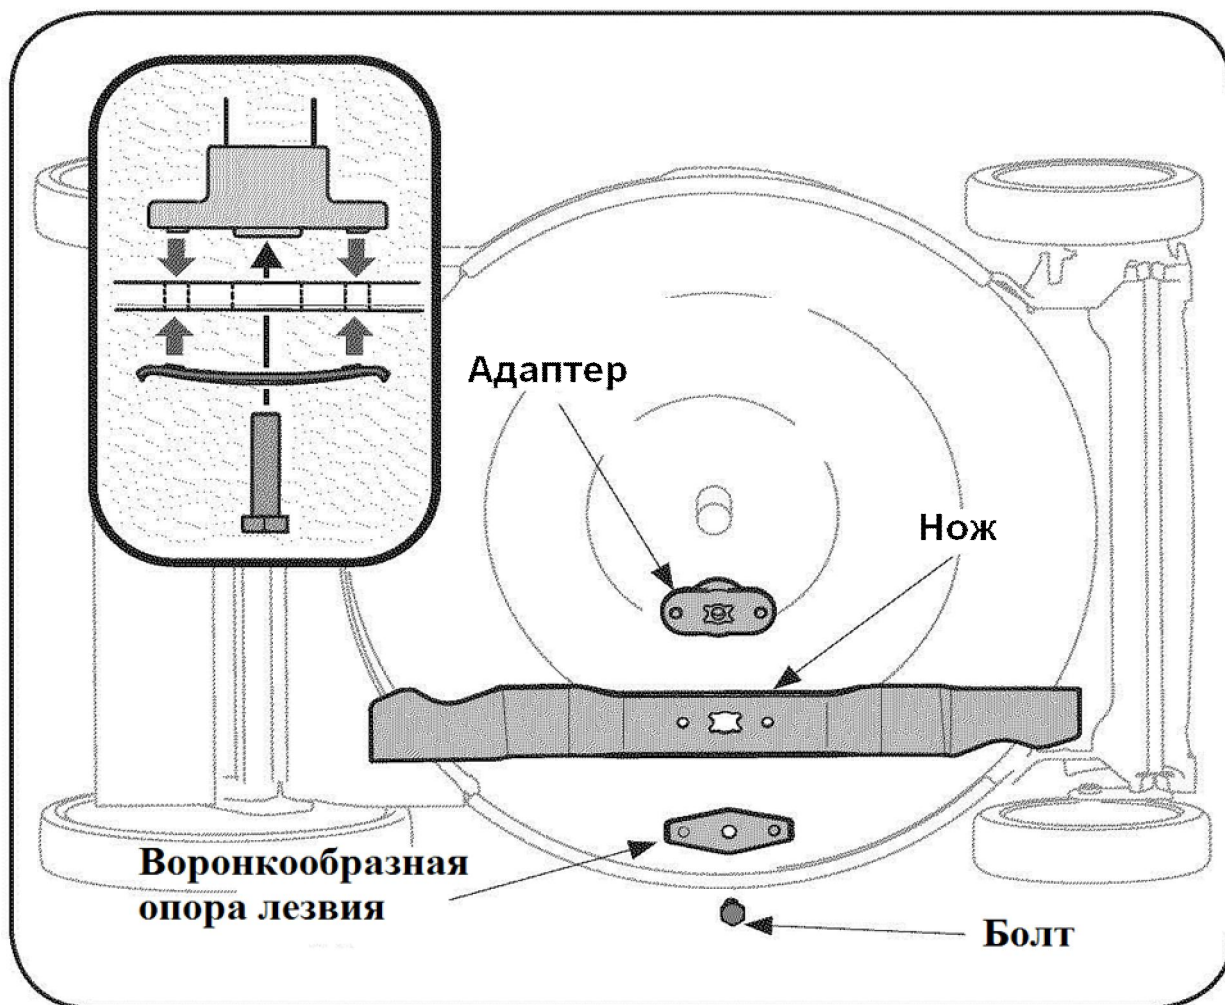

РИС. 19
5. Нанесите жидкую смазку на коленчатый вал двигателя и внутреннюю поверхность адаптера. Установите адаптер на коленчатый вал. Расположите нож на переходнике таким образом, чтобы сторона с маркировкой «Bottom (низ)» (или с номером детали) была направлена в сторону грунта, если газонокосилка находится в рабочем положении. Убедитесь в том, что нож выровнен надлежащим образом и установлен на фланцах адаптера (см. дополнительную небольшую иллюстрацию на Рис. 19).